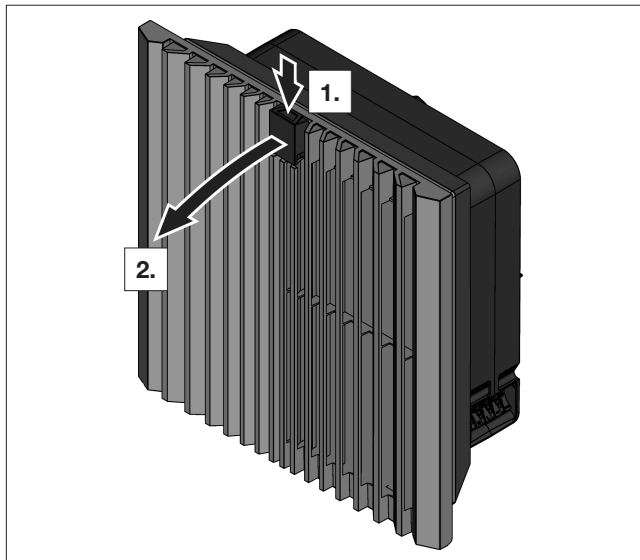

Fig. 14: Sblocco della griglia
- Per sbloccare la griglia a lamelle, premere dall'alto il logo Rittal (vedere fig. 14).